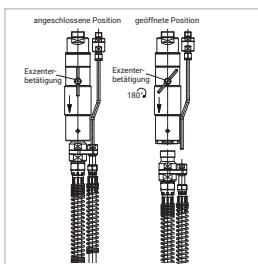

Figure 14
- ▶ S'il existe, passez l'insert d'about (pos. 7), avec le flexible de remplissage monté, par le tube de guidage (pos. 9) du support de fixation.
- ▶ Tournez l'actionnement excentrique (pos. 2) de 180° (*Figure 14*).